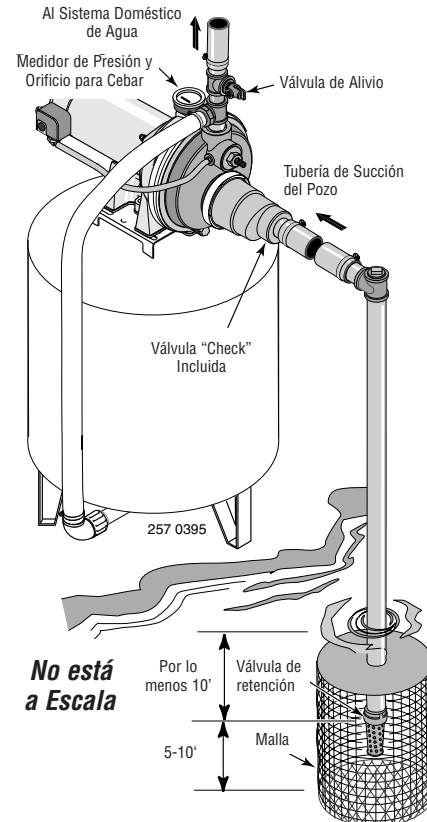

Figura 9: Instalación para Agua Superficial
4. Instale una válvula de retención y la tubería de succión (vea la Figura 9). Asegúrese que la válvula de retención funcione libremente. Utilice cinta de teflón o un compuesto a base de teflón especial para juntas de tuberías en las juntas roscadas de la tubería. Proteja la conexión de la válvula de retención de peces, basura, etc. con la instalación de una malla de alambre a su alrededor (vea la Figura 9).
6. Instale una "T" para cebear, tapón para cebear y la tubería de succión a la bomba (vea la Figura 9). Soporte la tubería para que no haya inclinaciones verticales o hundimientos en ella a fin de que no ejerza tensión sobre el cuerpo de la bomba y con el propósito de que no se incline ligeramente hacia arriba desde el pozo hacia la bomba (los puntos altos pueden ocasionar que se formen bolsas de aire que pueden bloquear la bomba). Selle las juntas de la tubería de succión con cinta de teflón o con un compuesto a base de teflón especial para juntas de tuberías. Las juntas deben ser a prueba de agua y estar herméticamente cerradas. Si la tubería de succión pudiera succionar aire, la bomba no podría sacar agua del pozo.